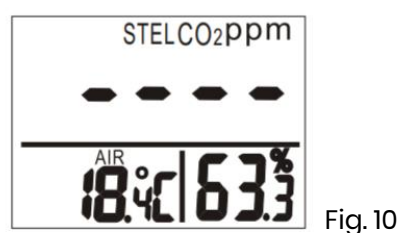

Fig. 10
2. Het duurt ten minste 5 minuten om STEL en TWA te berekenen. Gedurende de eerste 5 minuten vanaf de inschakeling geeft het display "----" (zie Fig. 10) weer."